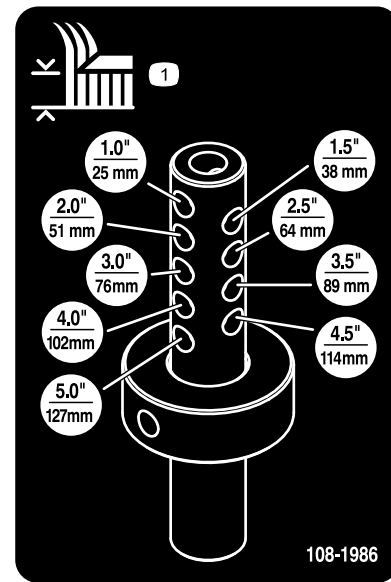

Bild 10
6. Richten Sie den Schnitthöhenstellring mit den gewünschten Schnitthöhenlöchern an der Schnitthöhenstange aus (Bild 10).